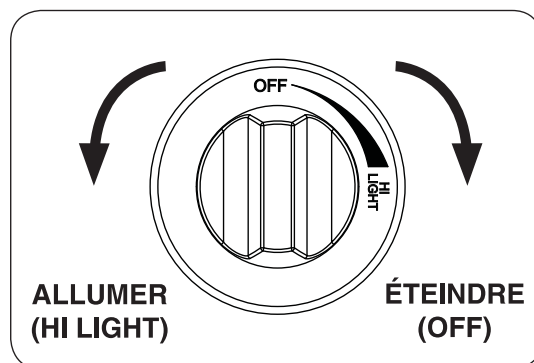

Fig. 20-2
4. **Une fois que le match est en feu et en position**, appuyer sur le bouton de contrôle du gaz et tournez dans le sens antihoraire à la position de **HI LIGHT (allumer)** (voir Fig. 20-2). Votre brûleur devrait s'allumer.
Pour éteindre le brûleur à gaz, appuyer sur le bouton de contrôle du gaz et tournez dans le sens horaire à la position **OFF (éteindre)** (voir Fig. 20-2). Assurez-vous que le bouton de commande est tourné complètement hors tension pour éviter toute fuite de gaz.